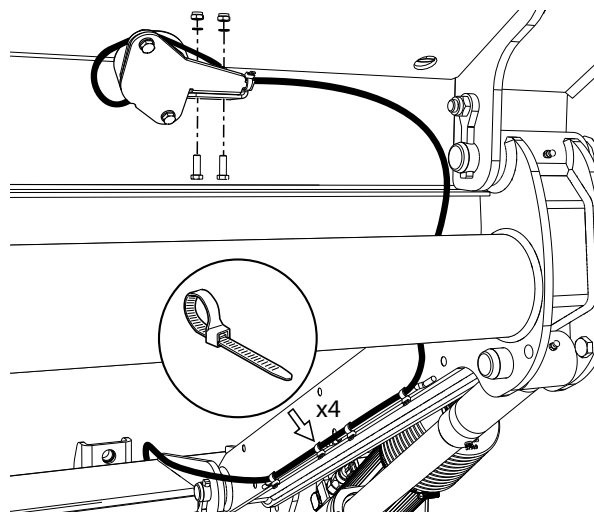

Imagen 56. Montaje de sensor de ángulo
1. Montar el sensor de ángulo en la plataforma, utilizar los tornillos, las tuercas y las arandelas proporcionados y sujetar el cable con bridas para cables, véase Imagen 56.